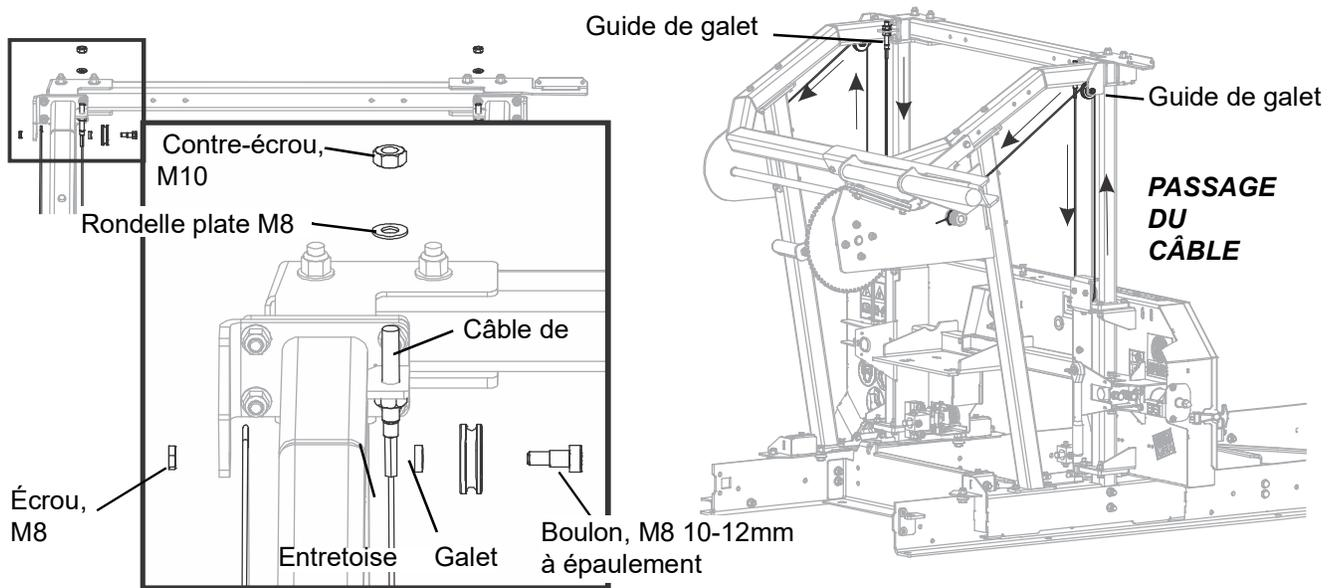

FIG. 3-32
1. Montez les guides de galet dans les coins des mâts comme indiqué sur la fig. 3-32.
- Fixez le câble de levage au support comme indiqué sur la fig. 3-32.
- Faites passer le câble de levage dans les galets comme indiqué sur la fig. 3-32.